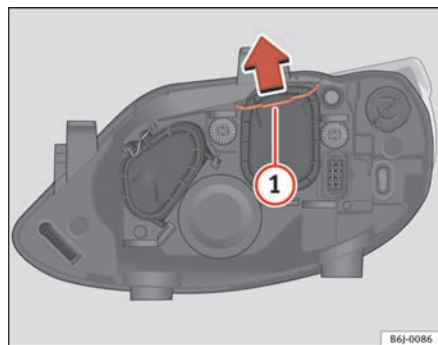

Fig. 142 Nærlys
- Skub støtten ⇒ fig. 142 ① i pilens retning, og tag dækslet af.